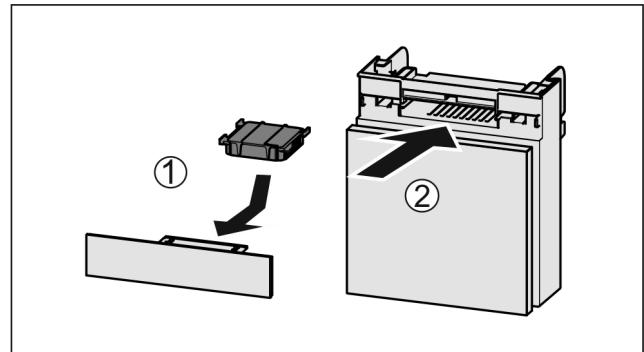

Fig. 153
- Вставити фільтр з активованого вугілля за малюнком Fig. 153 (1).
- Вставити відділення Fig. 153 (2).